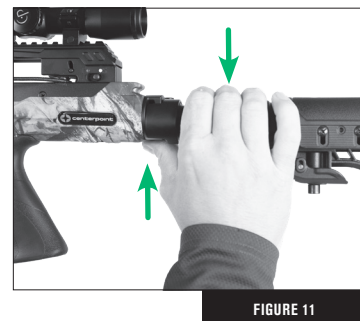
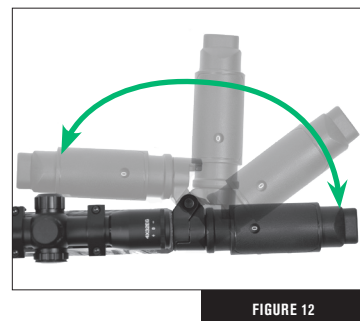

FIGURE 11
FIGURE 12
**Pour ajuster la crosse pliable** (partie T), placez la main droite, comme illustré à la Fig. 11. Exerçer une pression à l'aide du pouce de la main droite sur le bas de la charnière (partie 29) Fig. 11 tout en poussant le dessus de la crosse (partie 25) vers le bas. Cette mesure permet de plier la crosse en position fermée, comme illustré à la figure 12.
L'arbalète pointant dans une direction sûre et chargée d'une flèche, faites glisser le cran de sûreté (partie 2) vers l'avant jusqu'à ce que vous entendiez et sentiez le dé clic du cran. La sûreté est dégagée et l'arbalète est prête à être armée ou à tirer quand le cran de sûreté est passé de la position (S) (ENCLENCHÉE), sous le point blanc, à la position (F) (DÉGAGÉE), sous le point rouge, comme illustré à la figure 11 de la page 4.
**ATTENTION :** N'UTILISEZ PAS LE CRAN DE PRÉPARATION À L'ARMEMENT (PARTIE 3) POUR DÉGAGER LA SÛRETÉ SI L'ARBALÈTE EST ARMÉE. AUTREMENT, VOUS DÉSACTIVEREZ LE MÉCANISME DE PROTECTION CONTRE LE TIR À VIDE. UTILISEZ UNIQUEMENT CE CRAN POUR DÉGAGER LA SÛRETÉ SI L'ARBALÈTE EST RÉGLÉE EN POSITION (S) (ENCLENCHÉE) ET QUE VOUS SOUHAITEZ ARMER L'ARBALÈTE.